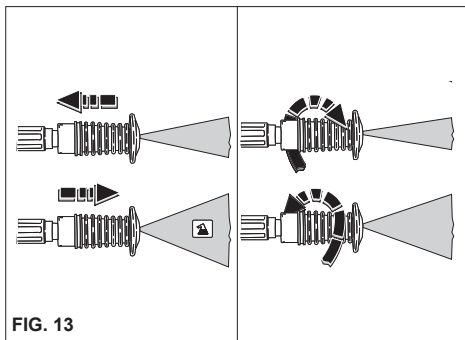

FIG. 13
### **ANVENDELSE AF JUSTERBART MULTIREC-DYSE (fig. 13).**
- Luk grebets beskyttelsesdæksel, når rengøringsmaskinen ikke anvendes. (fig. 13).
- 2) Start rengøringsmaskinen, og sugefunktionen til sæbe på spulerøret og fugt overfladen, som skal renses, nedefra og opåder (fig. 13).